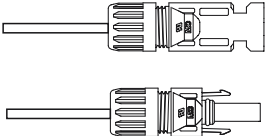

图3.28 拧紧带帽螺母的连接器
- 将金属连接器插入连接器顶部, 并以3~4 Nm的扭矩拧紧螺母 (如图3.28 所示)。